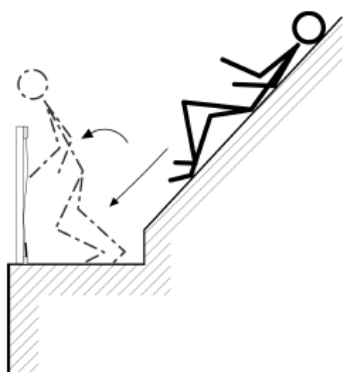

Bild A.4 — In den Seitenschutz rutschen und stolpern
- Se il sistema di ringhiere è installato su una superficie inclinata omologata ($\leq 10^\circ$) con una distanza minima in prossimità di una superficie inclinata più ripida ($> 10^\circ$), è necessario valutare il rischio che materiali o persone cadano dalla superficie più ripida sul sistema di ringhiere. In tali situazioni potrebbe essere determinante un'altra classe di protezione secondo la norma DIN EN 13374, pertanto il sistema di ringhiere HYGHTS non sarebbe ammesso. Vedi figura A.4 [da DIN EN 13374:2025-09]